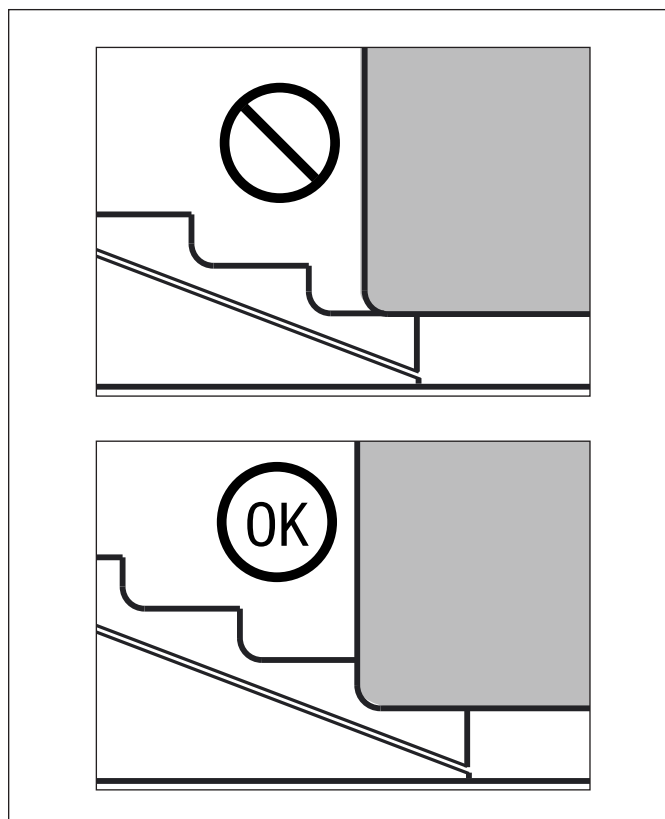

Figura 3, colocando da cunha sob a carga
4. Coloque a cunha para levantamento sob o centro do item a ser levantado. A pinça de levantamento contém uma série de escalas. A escala a ser utilizada deve ser completamente inserida na abertura de acesso de modo que o salto da escala fique em contato com a superfície externa do item a ser levantado. Consulte a Figura 3.
5. Coloque a cunha para levantamento sob o centro do item a ser levantado. A pinça de levantamento contém uma série de escalas. A escala a ser utilizada deve ser completamente inserida na abertura de acesso de modo que o salto da escala fique em contato com a superfície externa do item a ser levantado. Consulte a Figura 3.